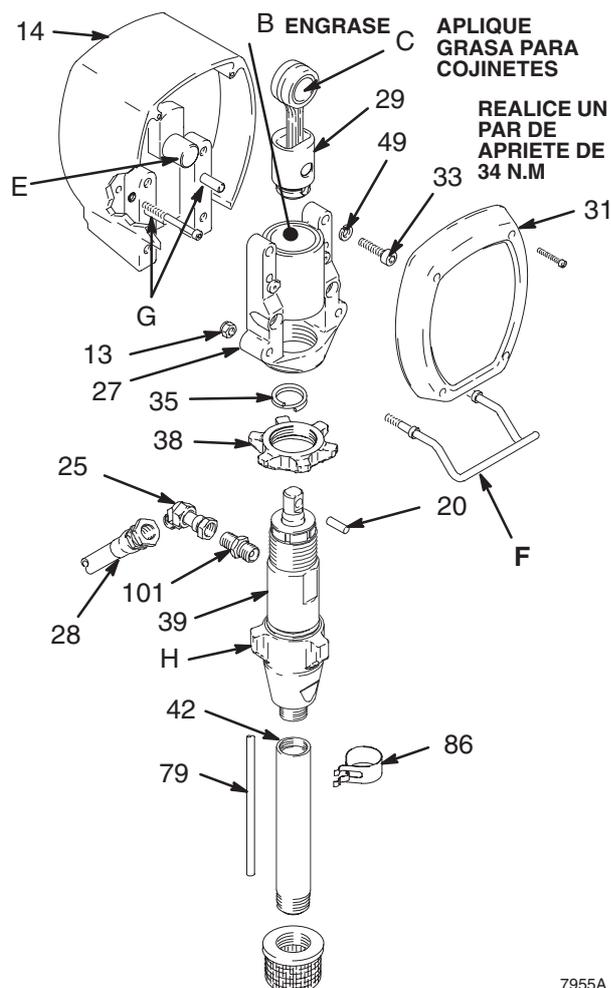

Fig. 18
**NOTA:** Consulte la sección **Información general sobre la reparación** en la página 14 antes de llevar a cabo estas operaciones. Vea Fig. 18.
**NOTA:** Pare el equipo al final de su recorrido para que la manivela (E) quede en su posición más baja. Para bajar la manivela de forma manual, gire las palas del ventilador del motor con un destornillador.
2. Retire la tapa delantera (31). Desenganche la manguera de drenaje (79) de la bomba. Sujete con una llave en la válvula de admisión de la bomba (H) y desenrosque el tubo de aspiración de la bomba (42). Desconecte la manguera de la bomba (28).
3. Empuje hacia arriba el muelle de retención (35). Empuje el pasador (20) para sacarlo por la parte trasera.
4. Afloje la contratuerca (38). Desenrosque la base de bomba (39).
5. Saque los cuatro tornillos (33) y las arandelas de seguridad (49).
6. Con un martillo de plástico, golpee la parte inferior trasera del alojamiento del cojinete (27) para aflojarlo del alojamiento impulsor (14). Extraiga el alojamiento del cojinete (29) y la varilla de conexión del alojamiento impulsor
7. Saque el conjunto de la ménsula del cubo (F) e instálelo con las contratuercas (13) en el nuevo alojamiento del cojinete.
8. Observe si la manivela (E) presenta un desgaste excesivo y cambie las piezas necesarias. Lubrique de forma homogénea la parte interior del cojinete de bronce (B) con aceite de motor de alta calidad. Aplique una capa abundante de grasa para cojinetes en el cojinete de rodillos (C).
9. Monte la varilla de conexión (29) y el alojamiento del cojinete (27).
12. Monte los tornillos (33) y las arandelas de seguridad (49). Apriete los tornillos de forma homogénea a 34 N.m.
14. Instale las piezas restantes. Vea la Fig. 18.